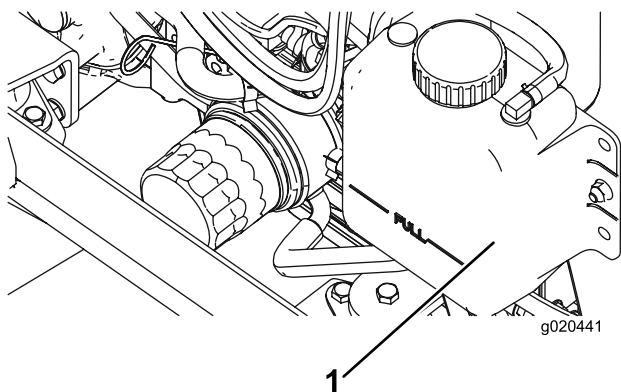

Рисунок 94
1. Осторожно снимите крышку радиатора и крышку расширительного бачка (Рисунок 94).